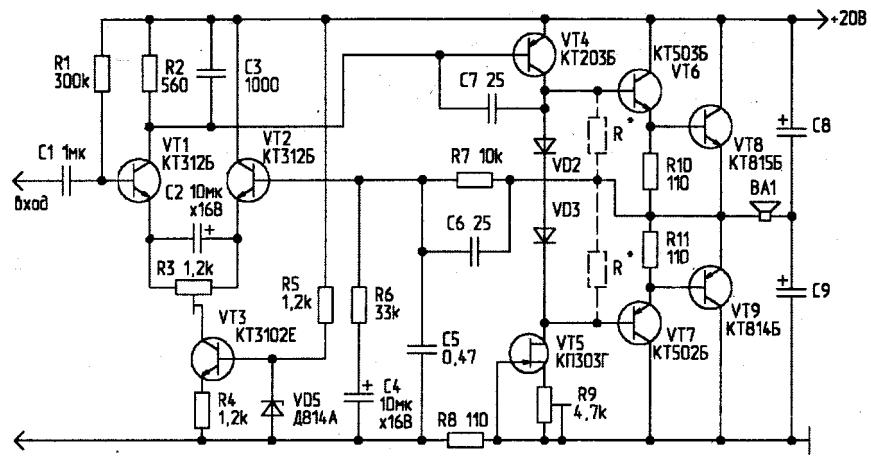

рис.8
**Простой высококачественный УМЗЧ** описан в статье **П.Буйвидовича** ("РЛ", 6/99, стр.16). В схеме УМЗЧ (рис.8) имеется ряд особенностей. На базу транзистора VT1 подано начальное смещение, благодаря чему удалось снизить и без того небольшие нелинейные искажения и расширить границы динамического диапазона. Дифференциальный каскад зашунтирован по переменному току конденсатором C2. Это повышает устойчивость усилителя, что особенно заметно при больших колебаниях питающего напряжения. Генератор тока на транзисторе VT3 предотвращает колебания напряжения коллектор-эмиттер, а значит, и паразитную модуляцию каскада VT1, VT2. С нагрузки дифференциального каскада R2 сигнал поступает на усилитель напряжения на транзисторе VT4. Он охвачен от-